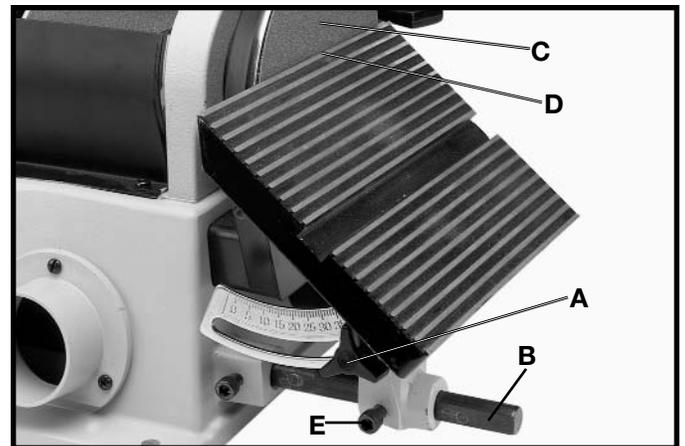

Fig. 30
2. La table peut être inclinée jusqu'à 45° à droite en desserrant le bouton de verrouillage de la table (A) fig. 30, et en inclinant la table à l'angle voulu, puis en serrant le bouton de verrouillage de la table (A).
3. **⚠ AVERTISSEMENT : APRÈS L'INCLINAISON, LA TABLE DOIT ÊTRE REPOSITIONNÉE SUR LA TIGE DE SUPPORT (B) FIG. 30, AFIN DE DONNER UN ÉCART MAXIMUM DE 1/16 po ENTRE LE DISQUE DE PONÇAGE (C) ET LE BORD (D) DE LA TABLE AFIN D'ÉVITER DE VOUS FAIRE PRENDRE LES DOIGTS OU DE COINCER LA PIÈCE ENTRE LE DISQUE ET LA TABLE. POUR REPOSITIONNER LA TABLE, DESERRER LA VIS (E), DÉPLACEZ LA TABLE SUR LA TIGE (B) ET SERREZ LA VIS (E).**